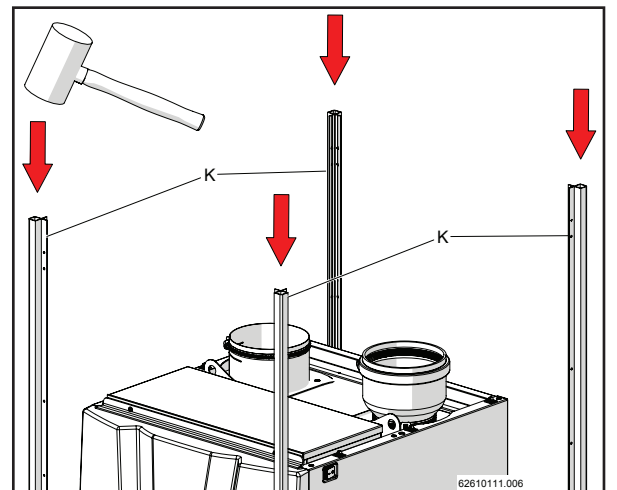

Figure 13-40
- 5.- Insérer les quatre tubulaires au niveau des goujons présents sur le châssis inférieur « J » à l'aide d'un marteau en caoutchouc (figures 13-40 et 13-41).